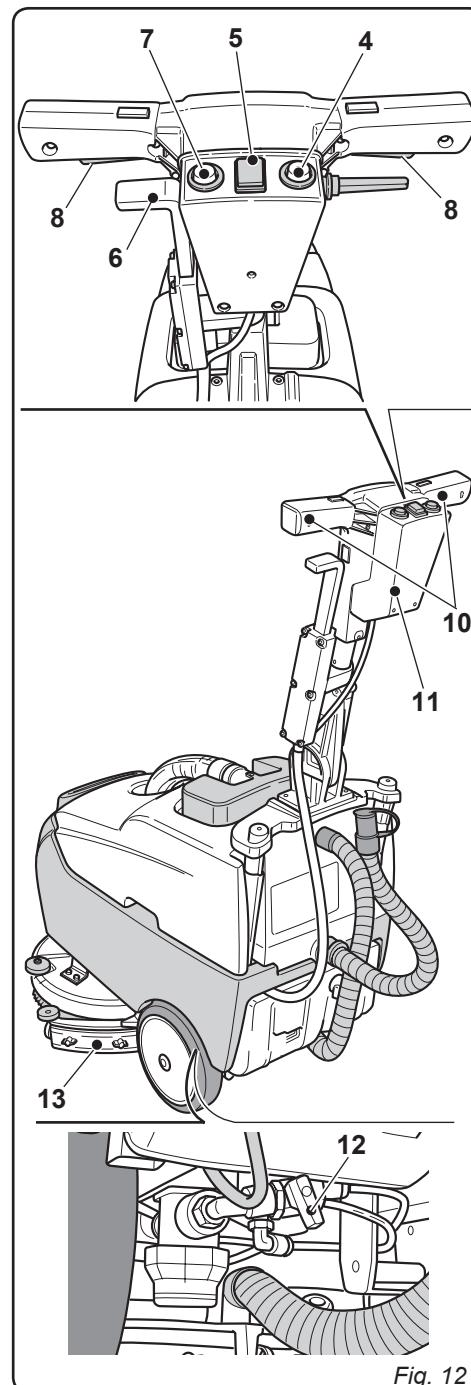

Fig. 12
9.1.e - Alarmes durant le fonctionnement (Fig. 12/a)
- Pendant le fonctionnement de la machine, vous pouvez insérer les alarmes qui sont affichées par la LED clignote (1):